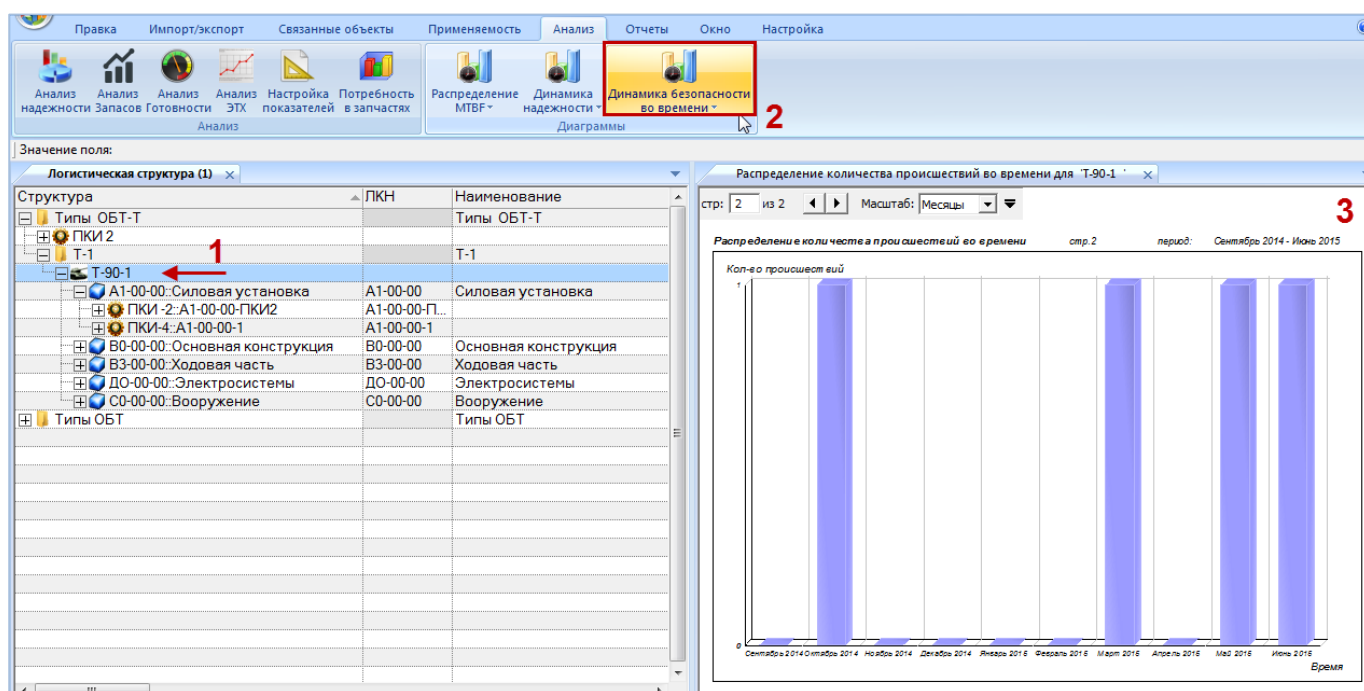

Рис. 31-9 – Построение диаграммы по безопасности
- 4) В отдельном рабочем окне отображается диаграмма по безопасности (3 на рис. 31-9). Краткое описание инструментов панели «Файл» для диаграмм приведено в пункте 5.4.7 «Панель «Диаграммы»», стр. 64.